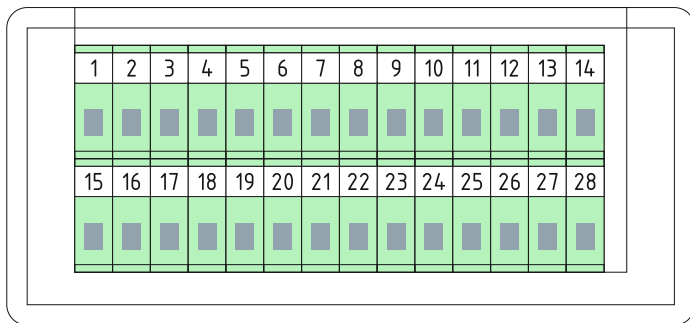

Рис. 4: Задняя стенка автомата горения САФАР щитового исполнения.
5.1.5 На задней стенке корпуса щитового исполнения расположена колодка ХТ1 для подключения внешних цепей (рис. 4). В автомате горения настенного исполнения колодка ХТ1 расположена внутри корпуса, под крышкой.